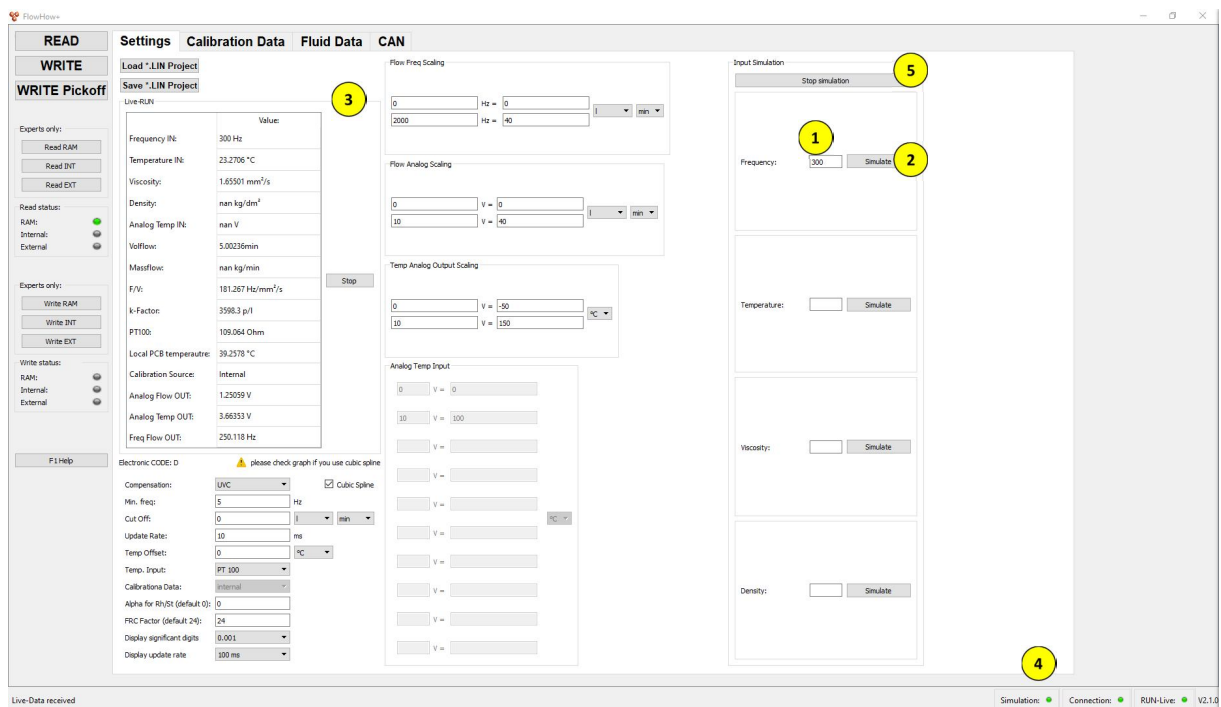

Abb. 21 Simulationsbeispiel
- ▶ Wert „5“ in Eingabefeld „Frequency“ **(1)** eintragen. [Abb. 21]
- ▶ Schaltfläche „Simulate“ **(2)** drücken. [Abb. 21]
Die Elektronik simuliert die Eingangsfrequenz und gibt die entsprechenden Ausgangswerte im Live-RUN-Modus aus **(3)**. [Abb. 21]
*Die Status-LED „Simulation“ **(4)** leuchtet grün, sobald eine Simulation gestartet wurde. [Abb. 21]*
- ▶ Schaltfläche „Stop Simulation“ **(5)** drücken. [Abb. 21]